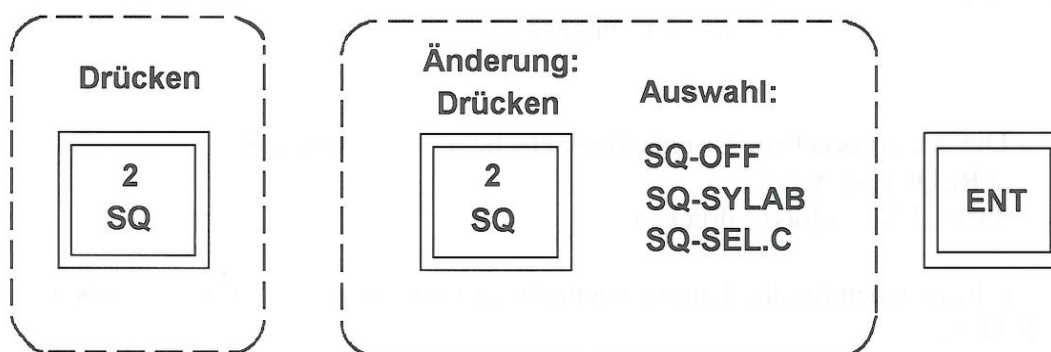

Bild 33
1) Rauschsperrung wie folgt ausschalten (Bild 33):
2) Passive (Silben)-Rauschsperrung wie folgt einschalten (Bild 33):
3) Aktive Rauschsperrung wie folgt einschalten (Bild 33):